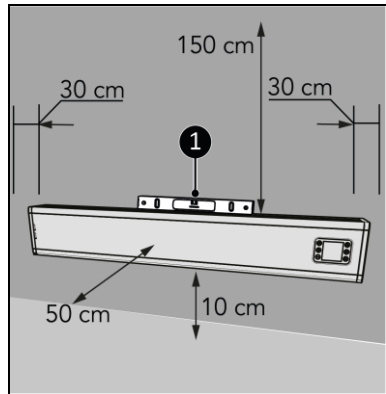

Abbildung 8
1. Stellen Sie das Gerät auf eine vertikale und feste Oberfläche. Verwenden Sie beim Aufstellen des Geräts eine Wasserwaage (Abbildung 8, Pos. 1).
2. Stellen Sie das Gerät mit einem Mindestabstand (Abbildung 8) von: